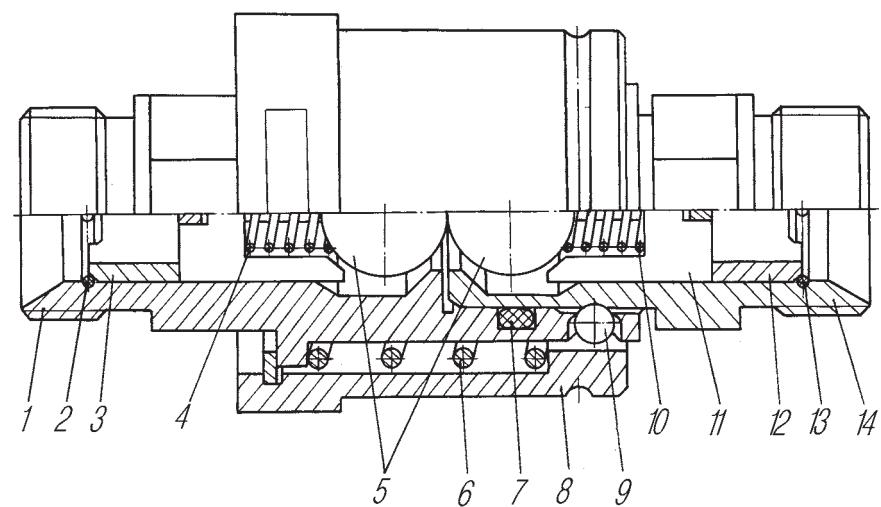

Рис. 124. Муфта
**Разрывные муфты** (рис. 124) предназначены для предохранения трубо–проводов и шлангов от разрушения при случайном или аварийном отсоединении